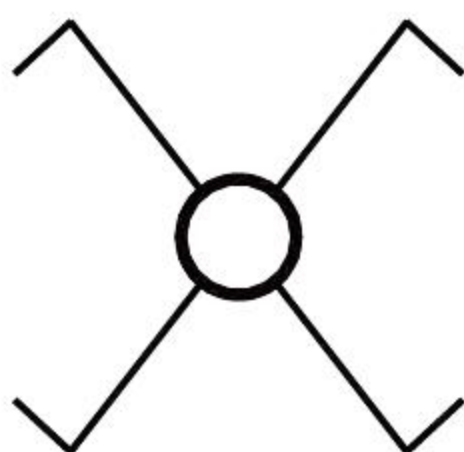

图7-63 打开素材
**01** 单击快速访问工具栏中的【打开】按钮，打开本书配备资源中的“素材\第7章\7-8 创建动态块.dwg”文件，如图7-63所示。